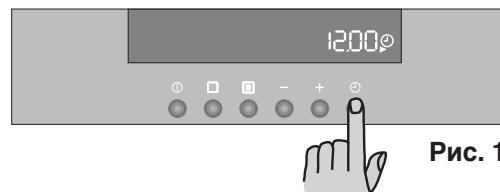

Рис. 1
► мигает (Рис. 1), установите правильное время суток, нажав кнопки “—” или же “+” (Рис. 2).